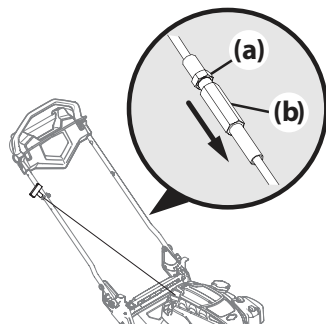

Figura 14
- Debilita la transmisión. Consulte la Figura 14 -